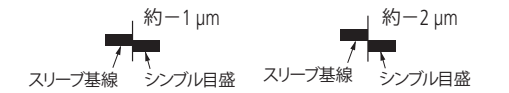

図5
- 1μm単位の読取りは、外筒基準線とシンプル目盛線の重なる量によって読取ります。(図5)